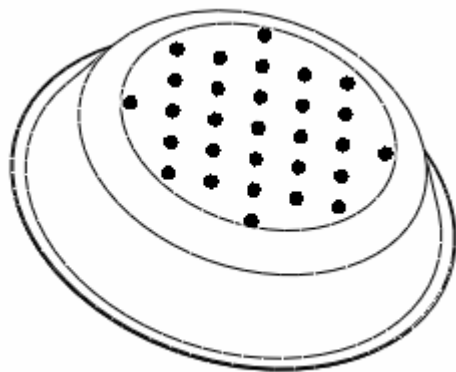

图 17-6
(3) 单击草绘命令工具栏中的  按钮，模型中显示默认的填充阵列如图 17-6 所示。